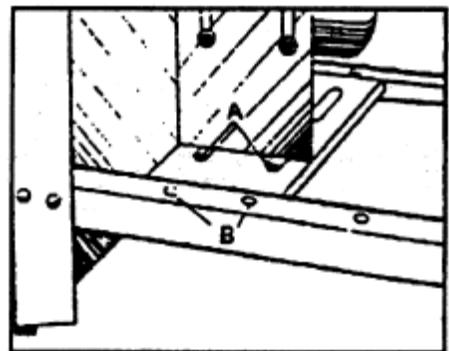

Рис. 11
Закрепить плиту крепления двигателя (A), *Рис. 11*, двумя болтами, гайками с шайбами (B). Другой конец плиты двигателя крепится к боковой стенке тумбы болтом снаружи тумбы, гайкой с плоской шайбой изнутри.
Закрепить двигатель на плате крепления двигателя, как показано на *Рис. 11*, четырьмя болтами с гайками и шайбами.